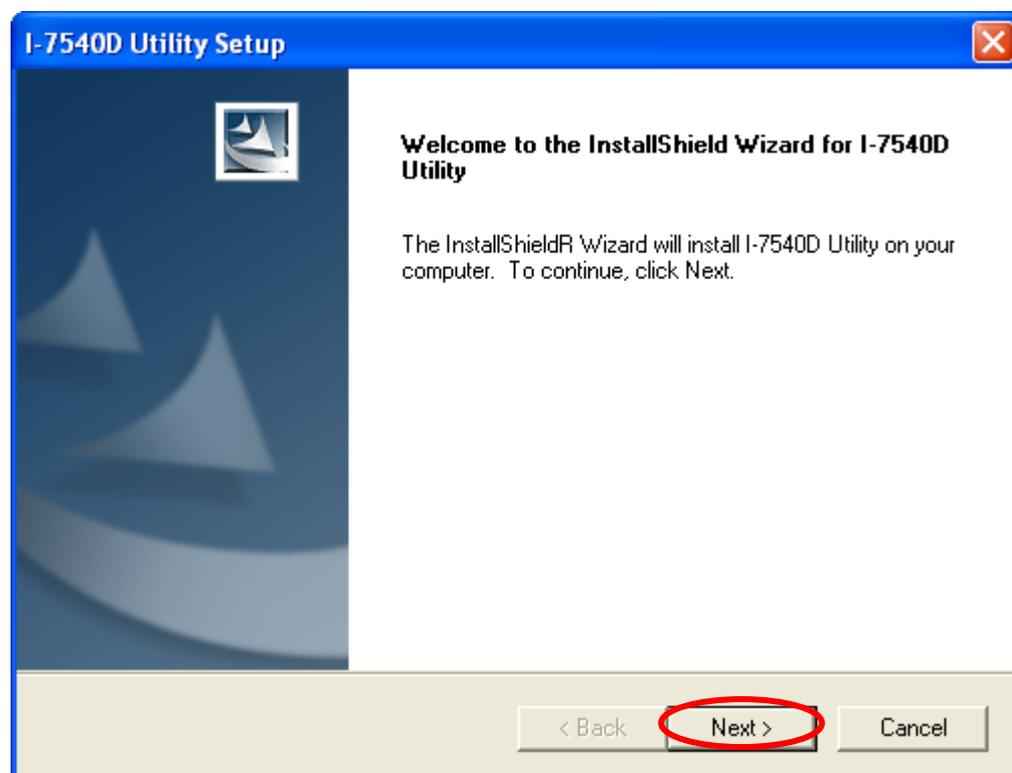

图 3-2: Welcome dialog
**Step 3:** 画面上弹出「欢迎安装」的窗口提示用户，如图 3-2 所示。